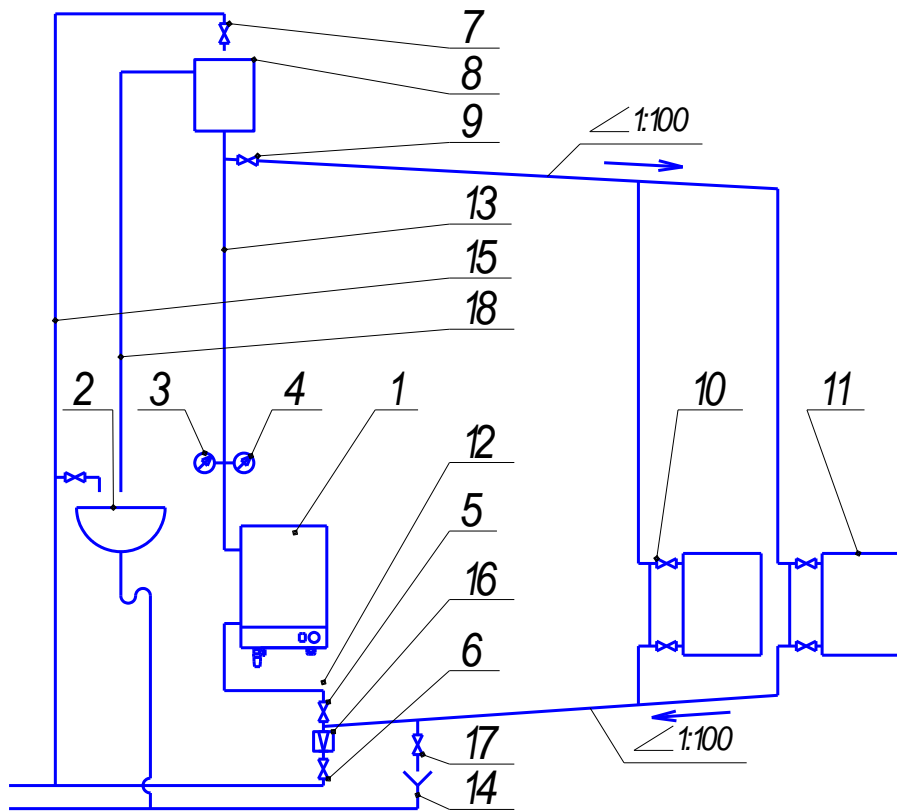

Рисунок 3. Схема однотрубной системы отопления, с верхней разводкой, с естественной циркуляцией, с открытым расширительным баком для одноэтажных строений.
6.2.6. В системе отопления следует установить краны (поз. 5,9 рисунок 3,5) для отключения электродкотла от системы отопления с целью замены ТЭНБ и обслуживания электродкотла.